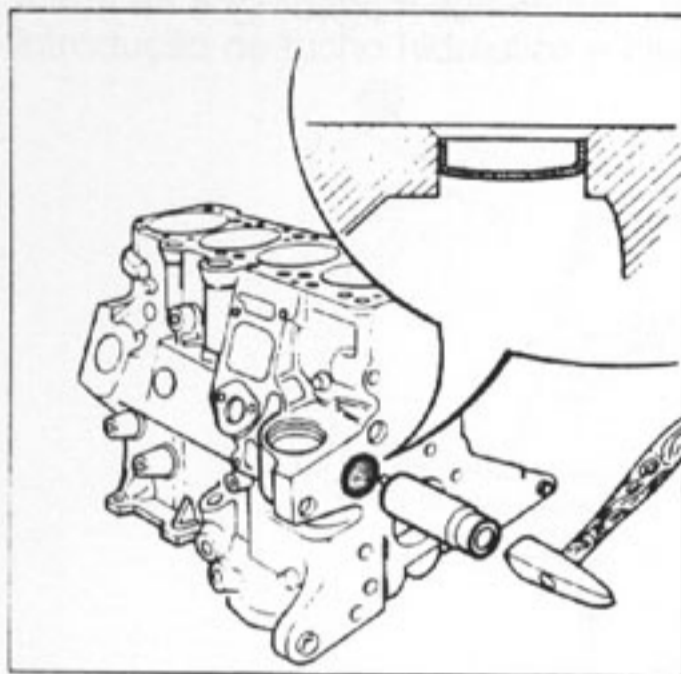

Fig.34-Tampão de vedação do bloco
- Tampão de vedação da árvore intermediária, da galeria de óleo e do sistema de arrefecimento no bloco: devem ser colocados com adesivo-trava química de baixa viscosidade e tocapiños no diâmetro dos tampões (fig.34).